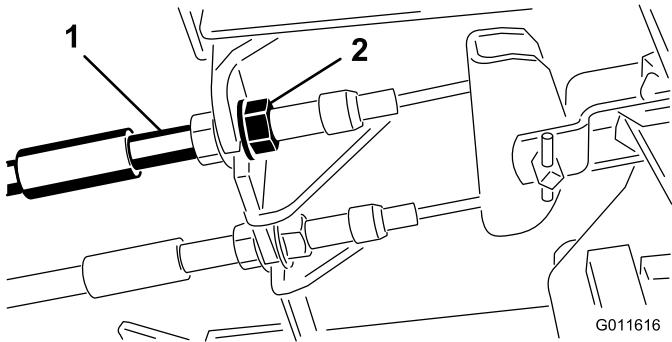

Figura 75
1. Per ridurre il gioco dei pedali del freno, stringete i freni allentando il dado anteriore sull'estremità filettata del cavo del freno (Figura 75).